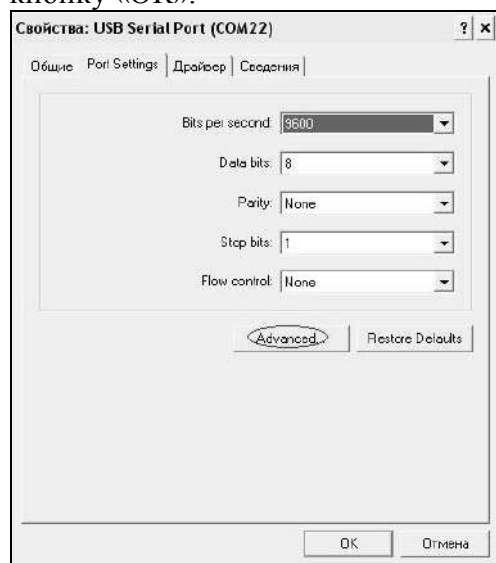
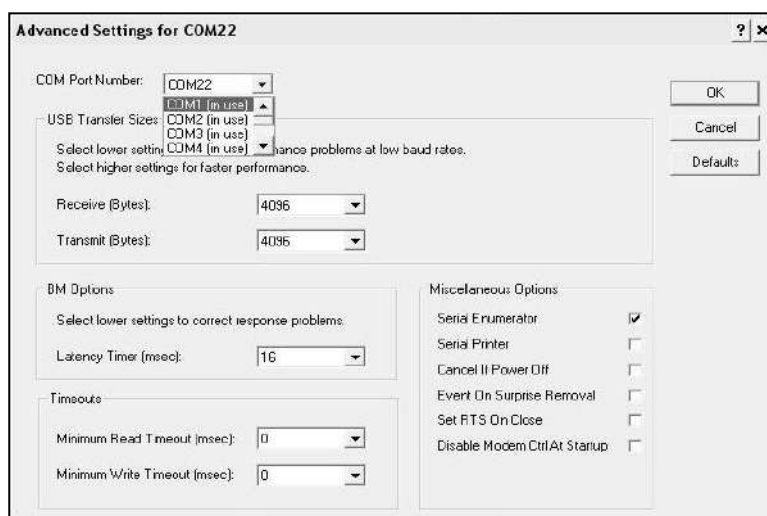

Рисунок 2.5.5 – Окно свойств USB-порта
Рис. 2.5.6. Дополнительные настройки драйвера
2.5.5.2.3 Перейти на вкладку «Параметры Окна», нажать кнопку «Дополнительно» (рисунок 2.5.5) и в выпадающем списке «Номер Com- порта» выбрать «COM 1» (рисунок 2.5.6) и нажать кнопку «ОК».